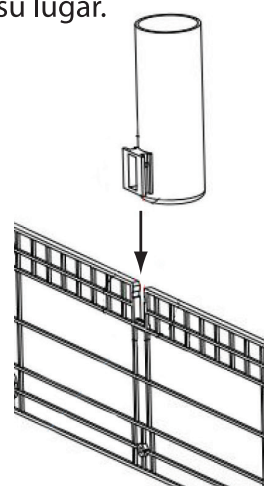

Figura 1
- Deslice los Tubos Acoplables en cada pista en la parte superior de la estructura del Organizador (consulte la figura 1). Estos Tubos no están destinados a ser eliminados, por lo que puede requerirse una fuerza moderada. Sentirá un "clic" una vez que esté en su lugar.